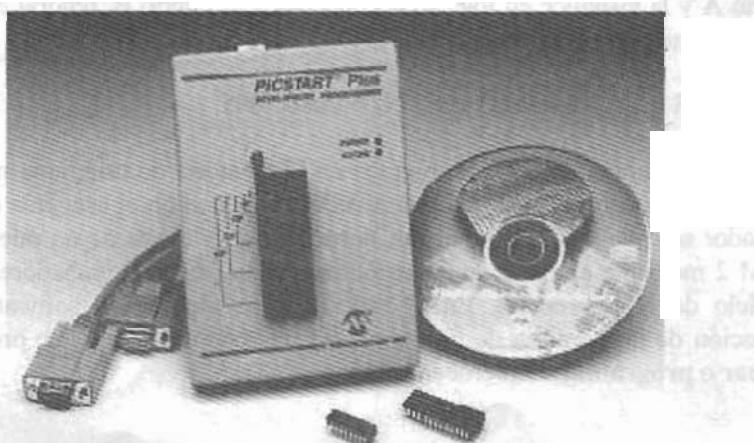

Figura 3-2 Programador PICSTART PLUS de Microchip Technology Inc
*Microchip* ofrece el grabador PICSTART PLUS, de muy fácil utilización y garantizada fiabilidad respaldada por el fabricante (figura 3-2).